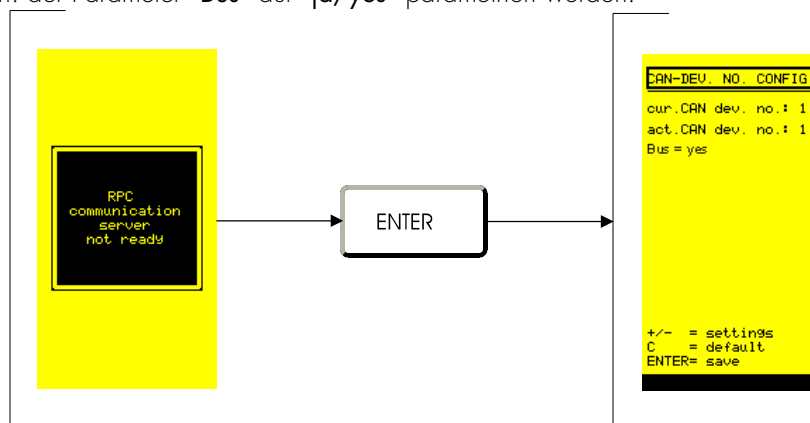

Abbildung 10.3: Mehrgerätekommunikation - Einstellungen im CMP
- Das System bootet hoch. Die Kommunikation zwischen *CSP* und *CMP* muss ordnungsgemäß laufen. Nach dem Hochlauf - beide System-OK-LEDs -*CMP* und *CSP*- müssen grün leuchten, wird im Menü DATA / Kommunikation / CAN die CAN-Device-No. eingestellt (siehe Abbildung 10.3), die zu diesem System gehört (die vorher notiert wurde) beziehungsweise die noch nicht innerhalb des CAN-Bussystemes vergeben ist (Im Menü »Data/Kommunikation« wird die ID (»CAN-Geräte NR.«) für *CSP* und *CMP* umgestellt.).